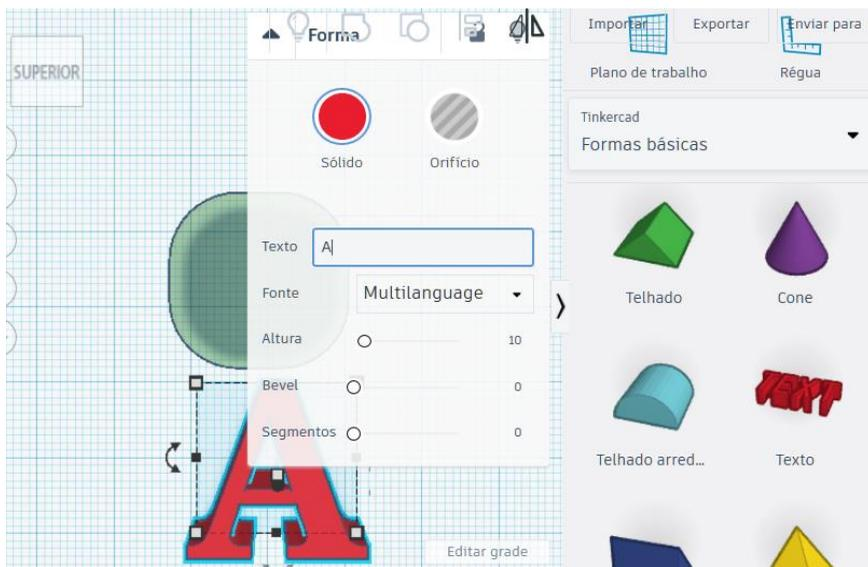

Figura 15. Editando o texto de Text.
7. Agora clique no texto criado ("Text") e edite o texto escrevendo a letra "A", conforme a Figura 15.